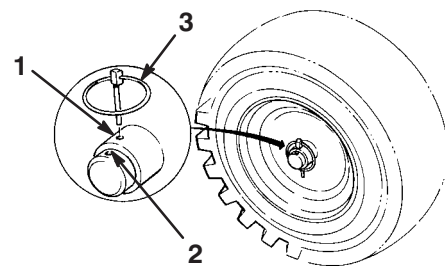

Figure 6
7. Glissez les roues vers l'intérieur et insérez les goupilles dans les trous du moyeu et le trou *intérieure* de l'essieu (Fig. 6).